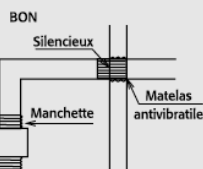

Fig. 2
- soit d'installer le silencieux en traversée du mur qui isole le local bruyant des locaux calmes (si le clapet coupe-feu le permet) (Fig. 2).